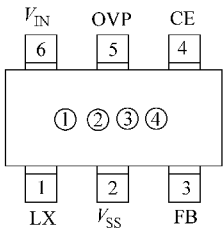

图 2-36 AP3127 的识读
【答】 AP3127 是输入电压为 2.5 ~ 6V、固定频率为 (1MHz ± 20%)、具有恒定电流的升压型 DC/DC 控制器的背光 LED 驱动集成电路，其输出电压最大可以达到 17.5V。AP3127 上的打印信息的识读见图 2-36。
①—该位置处打印信息 Z 代表产品名 AP3127 ②—该位置处代表产品 FB 端电压范围和类型，其中 L 代表产品 FB 端电压范围为 0.20 ~ 0.49V，H 代表产品 FB 端电压范围为 1.20 ~ 1.49V ③—该位置处代表 FB 端电压，具体见表 2-20 ④—该位置处代表生产批号
表 2-20 图 2-36 中③位置处代表 FB 端电压